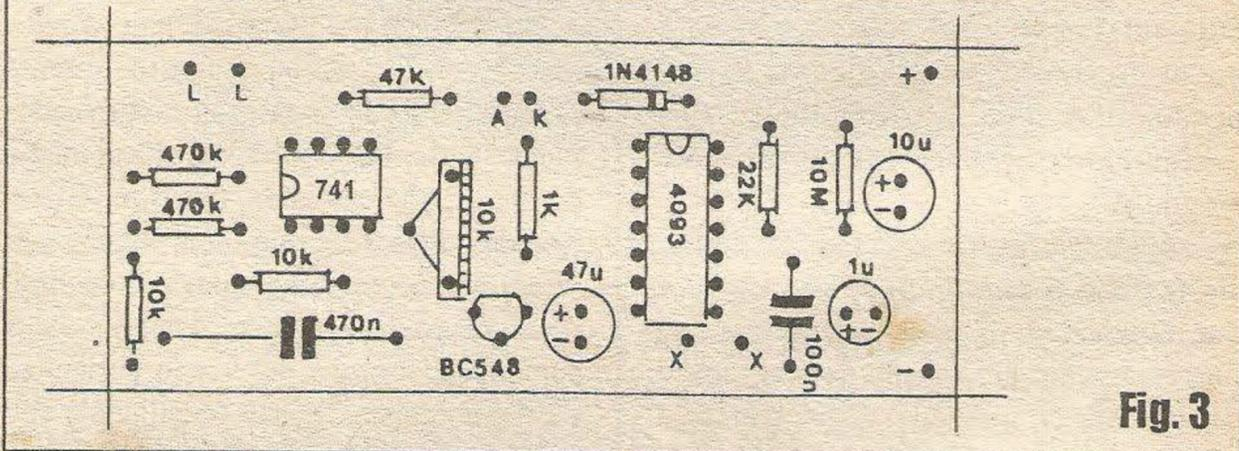

Fig. 3
- FIG. 3 - CHAPEADO DA MONTAGEM - Lado não cobreado da placa, com a maioria das peças do circuito posicionadas e identificadas, uma a uma, pelos respectivos códigos, estilizações, valores e polaridades... Como sempre, recomendamos calma e conferências constantes nessa fase, para evitar trocas ou inversões danosas aos componentes ou ao circuito como um todo... Lembrar que os integrados são polarizados, devendo ambos ficarem com suas extremidades marcadas orientadas conforme indica a figura... Outros componentes polarizados exigem idênticos cuidados: o transistor com seu lado *chato* próximo ao *trim-pot*, o diodo com sua extremidade marcada por um anel ou faixa orientada de acordo com o diagrama, os três capacitores eletrolíticos com as polaridades de terminais rigorosamente respeitadas... Para mais fácil inserção e soldagem do *trim-pot* seus terminais devem ser pré-retificados (apertando-se os ditos cujos com um alicate de bico, de modo a eliminar as suas *curvinhas* originais...), e os respectivos furos no impresso devem ser ligeiramente *alargados* (uma vez que os pinos são um pouco mais *taludos* do que os terminais dos outros componentes...). Quanto aos resistores e capacitores comuns, cuidar para que nenhum seja inserido em lugar trocado, em função dos seus *valores*. Para todas as